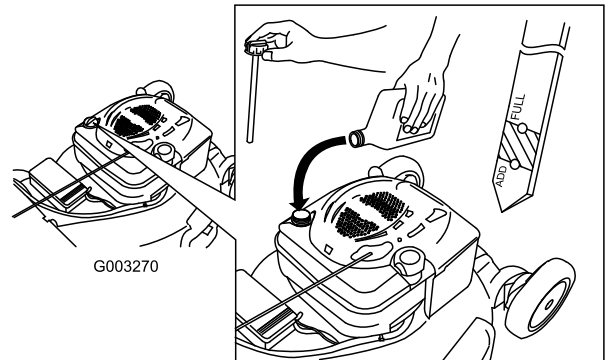

Figura 39
4. Vierta **lentamente** aceite en el tubo de llenado hasta que el nivel llegue a la marca "Full" (lleno) de la varilla (Figura 39). **No llene demasiado.** (Capacidad máxima: 0,59 l (20 onzas), tipo: SAE 30W, aceite detergente con clasificación de servicio API SF, SG, SH, SJ, SL o superior.)